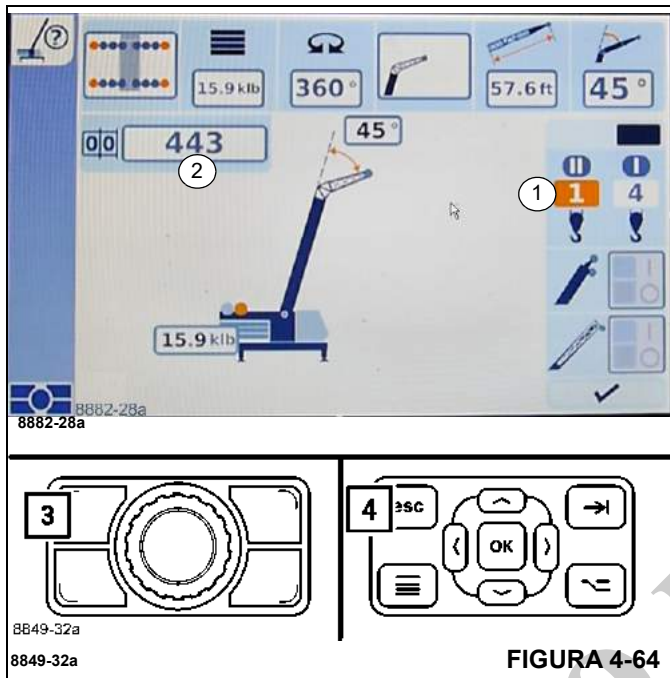

FIGURA 4-64
- Pulse el botón (3), (Figura 4-64), o (4), (Figura 4-64), una vez; el menú de configuración se abre.
- Seleccione y confirme un símbolo (1), (Figura 4-64), para el siguiente componente – símbolo rojo.
- Seleccione y confirme el símbolo (2), (Figura 4-64). Consulte la sección *Aceptación del código de aparejo*, página 4-60.